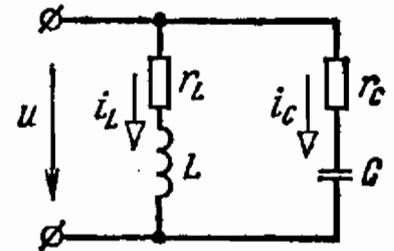

Рис. 4.20
4.20. При какой частоте наступит резонанс токов в цепи схемы рис. 4.20, если ее параметры равны: $L = 10^{-3}$ Г, $C = 4 \cdot 10^{-4}$ Ф, $r_C = 10$ Ом и $r_L = 20$ Ом?